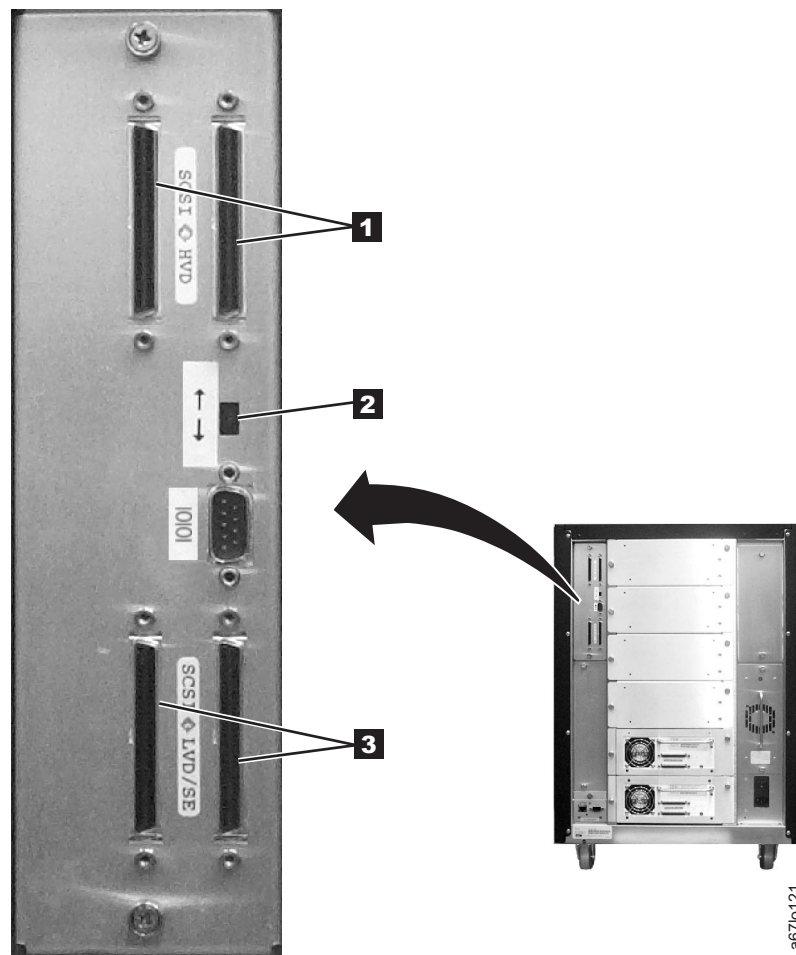

Abbildung 33. SCSI-Hostschnittstellenplatine
1. Legen Sie fest, ob der Anschluss auf der Hostschnittstellenplatine (SCSI) an den HVD-Anschluss **1** oder den LVD/SE-Anschluss **3** erfolgen soll (siehe Abb. 33). Es kann immer nur ein einziger SCSI-Typ auf der Hostschnittstellenplatine angeschlossen und benutzt werden. Alle Einheiten auf dem Bus mit der Hostschnittstellenplatine (SCSI) müssen denselben SCSI-Typ haben. (HVD und LVD/SE können auf demselben Bus nicht gemischt werden).